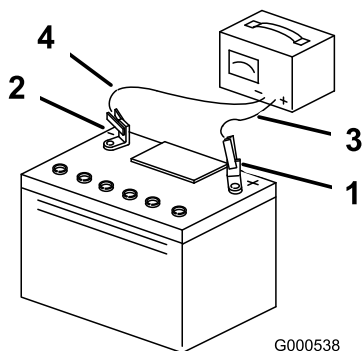

Figure 51
5. Quand la batterie est chargée au maximum, débranchez le chargeur de la prise, puis débranchez les fils du chargeur des bornes de la batterie (Figure 51).